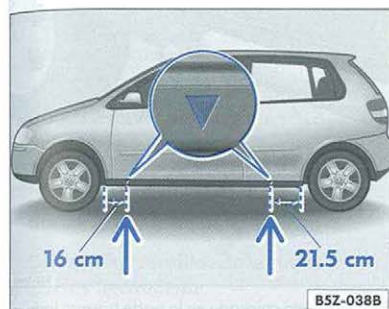

Fig. 138 Puntos de recepción del gato
1. Ubique el punto de recepción ⇒ fig. 138 del gato ⇒  lo más cercano posible de la rueda que se pretende cambiar. La figura muestra como ejemplo la ubicación de los rebajos en la carrocería de un Fox.
El gato sólo puede aplicarse en los puntos de recepción indicados ⇒ fig. 138. El punto de recepción delantero está a una distancia de 16 cm aproximadamente y el trasero, 21,5 cm del alojamiento de la rueda. En los largueros de ambos lados existen rebajos que indican el correspondiente punto de recepción por debajo del vehículo.